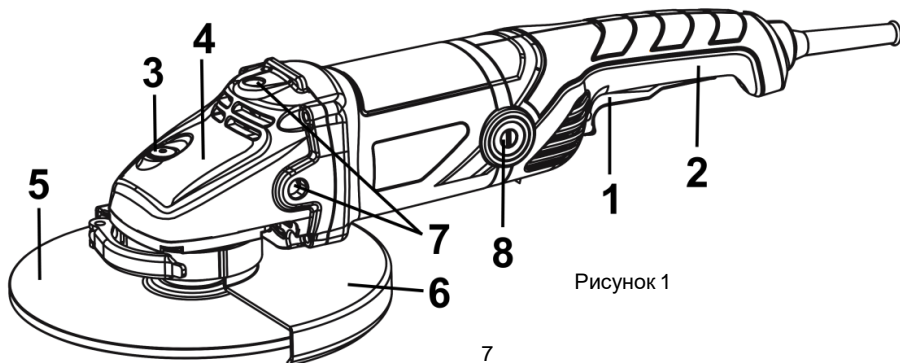

Рисунок 1
2.2.1 Конструкція виробу складається з одноступеневого редуктора з конічними шестернями в металевому корпусі (4), який приєднаний до пластикового несучого корпусу з колекторним двигуном змінного 1-фазного струму, перемикачем (1), мережевим шнуром живлення згідно з рис.1. Вихідний вал редуктора розташований перпендикулярно осі двигуна і є робочим шпинделем для приєднання змінних насадок (абразивних дисків) (5) з фіксацією затискною гайкою або накрученими на шпиндель. На металевому корпусі (4) хомутівним з'єднанням закріплений захисний кожух (4) з можливістю фіксованого позиціонування по колу. Сервісні кришки (8) дозволяють прискорити заміну щіток двигуна без розборки виробу. Для фіксації шпинделя під час зміни дисків (5) в корпусі редуктора (4) передбачений кнопковий фіксатор (3). Електрична частина виробу складається з колекторного однофазного електродвигуна змінного струму, вимикача електроструму, з'єднувальних проводів і мережевого шнура. Захист від ураження електричним струмом користувача у виробі відповідає класу II за ДСТУ EN 61140:2015.